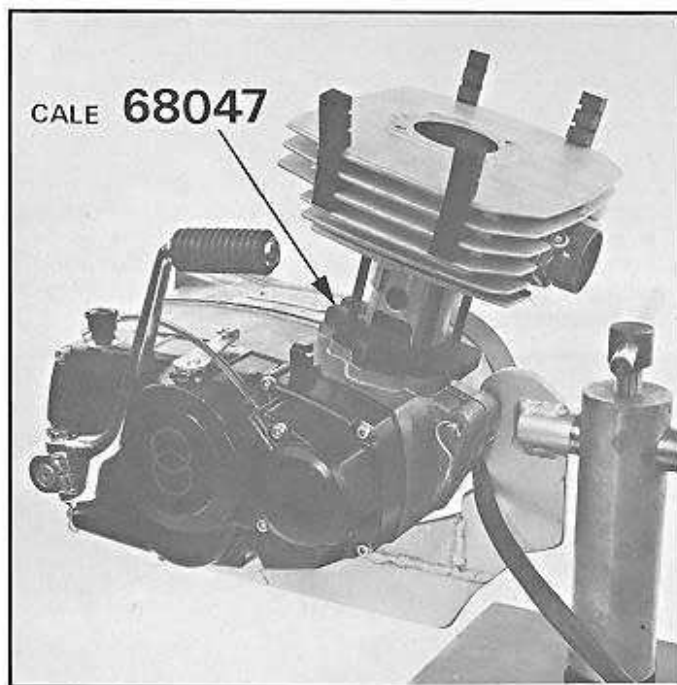

Fig. 19
- Pour faciliter le remontage du cylindre, utiliser la cale en bois n° 68047 (fig. 19).